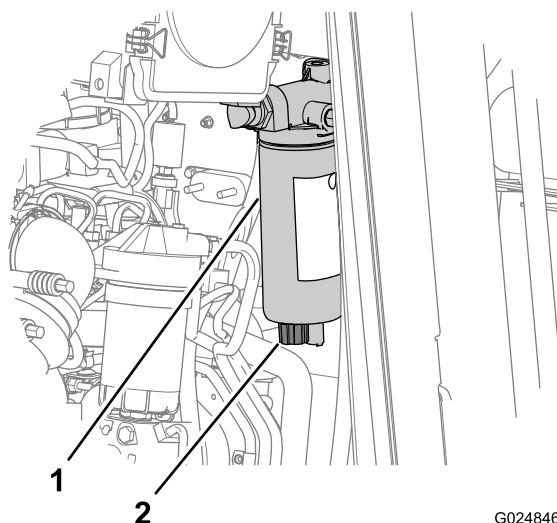

Figura 20
2. Coloque um recipiente de drenagem abaixo da válvula de drenagem no separador de combustível/água (Figura 20).